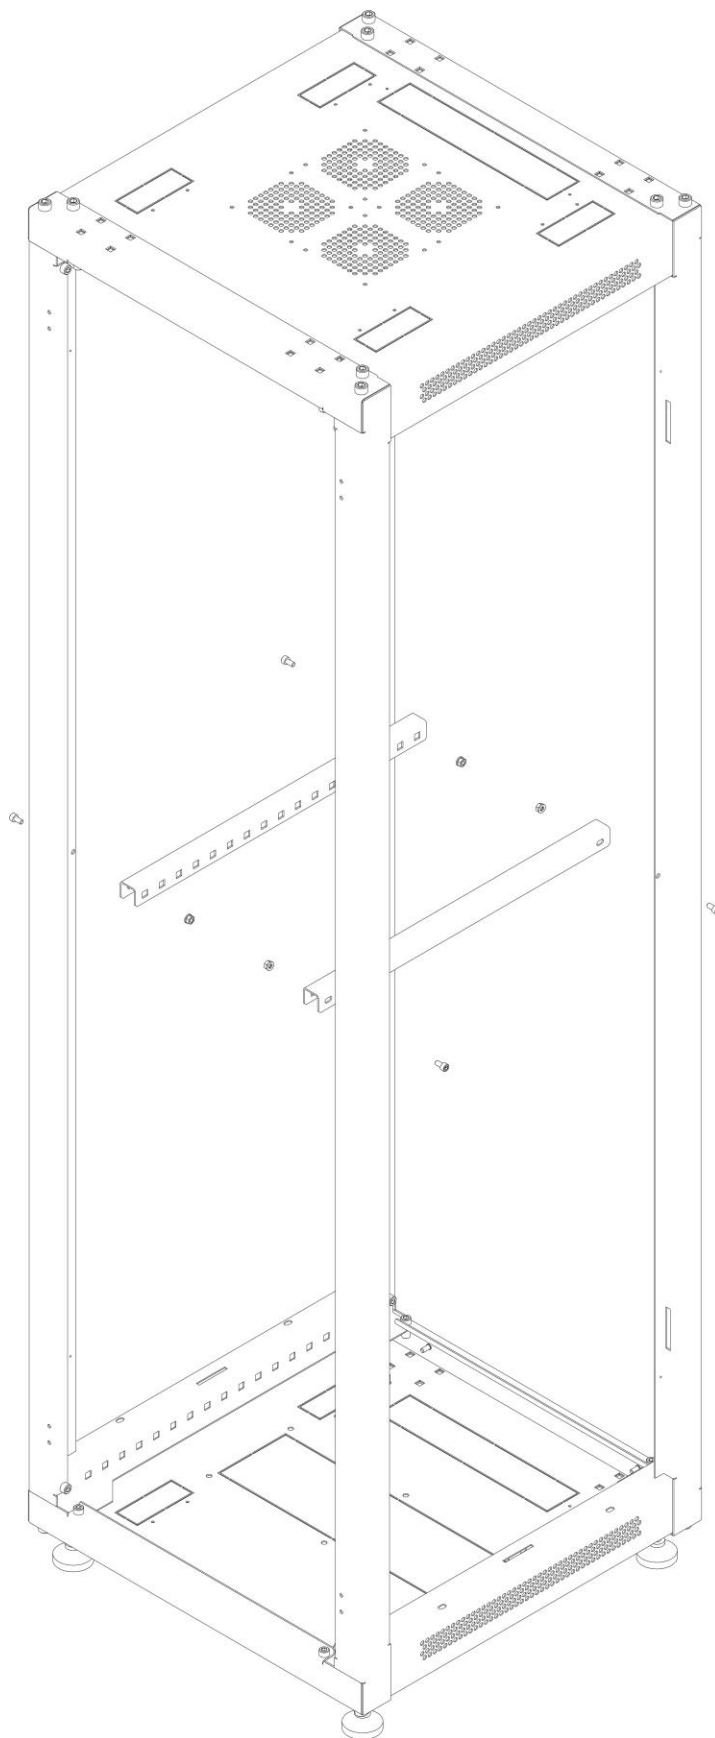

Рисунок 2 – установка швеллера.
7.1.2 Установить швеллер (1.12) используя крепеж из комплекта монтажных частей (3). (рисунок 2).